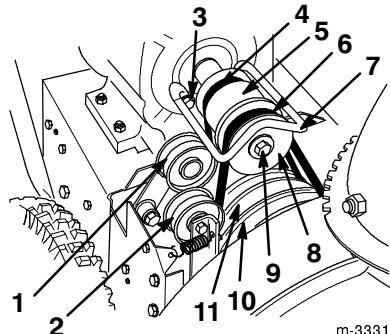

Figure 31
Si la courroie de traction (Fig. 31) est usée, imbibée d'huile ou endommagée de quelque autre manière, remplacez-la par une courroie neuve en vente chez votre concessionnaire Toro agréé.
- Retirez les 2 vis, rondelles et rondelles-frein de fixation du guide-courroie (Fig. 31).
- Retirez la vis du vilebrequin du moteur avec sa rondelle et sa rondelle-frein (Fig. 31).
- Détachez et déposez la poulie à gorge du moteur (Fig. 31).
- Déposez la poulie du moteur (Fig. 31).
- Retirez la courroie de traction hors de la poulie de traction et du vilebrequin du moteur (Fig. 31).
- Tirez la poulie folle de traction vers l'extérieur et mettez en place la nouvelle courroie de traction (Fig. 31).
- Tirez la poulie folle vers l'extérieur et passez la courroie d'entraînement de tarière/roue hélice devant la poulie du moteur, en veillant à la faire passer du côté intérieur de la poulie folle (Fig. 31).
Si la courroie d' entraînement de tarière/roue hélice (Fig. 31) est usée, imbibée d' huile ou endommagée de quelque autre manière, remplacez-la par une courroie neuve.
5. Retirez les 2 vis, rondelles et rondelles-frein de fixation du guide-courroie (Fig. 31).
6. Retirez la vis du vilebrequin du moteur avec sa rondelle et sa rondelle-frein (Fig. 31).
7. Détachez et déposez la poulie à gorge du moteur (Fig. 31).
8. Déposez la courroie d' entraînement de tarière/roue hélice (Fig. 31).
9. Tirez la poulie folle vers l' extérieur et passez la courroie neuve autour de la grande poulie de tarière/roue hélice (Fig. 31).
10. Passez la courroie devant la poulie du moteur, en veillant à la faire passer du côté intérieur de la poulie folle (Fig. 31).